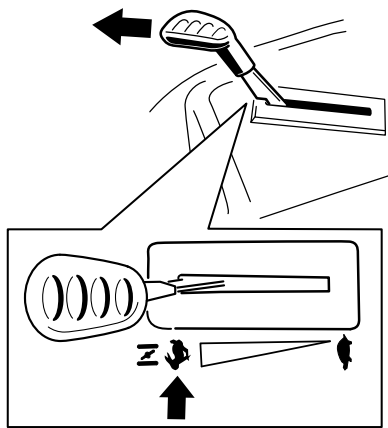

Figura 20
**Nota:** Siempre engrane las cuchillas con el acelerador en la posición de RÁPIDO (Figura 20).